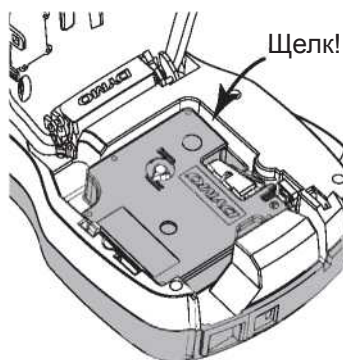

Рисунок 6
- 3 Вставьте и плотно прижмите кассету до щелчка. См. рис. 6.